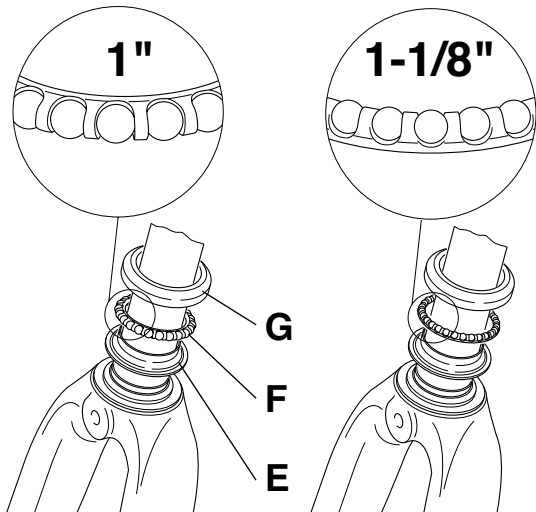
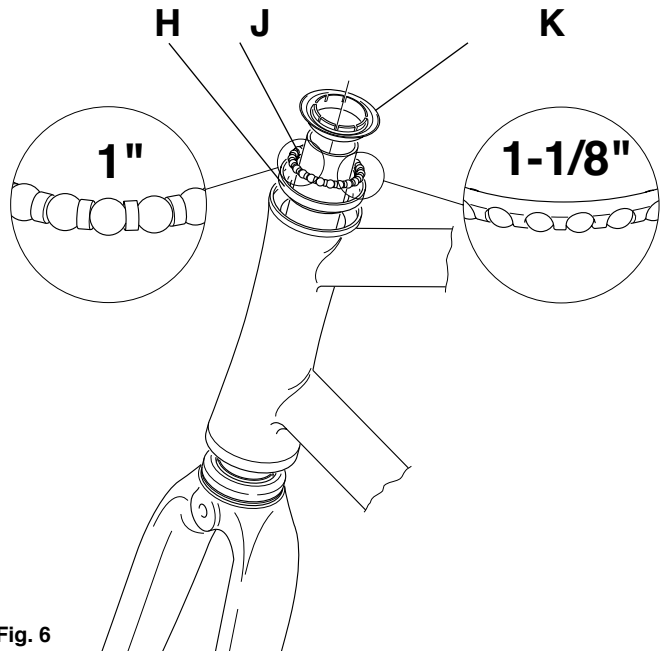

Fig. 5
Fig. 6
- I Nota:** le due gabbiette a sfere (F - Fig. 5 e J - Fig. 6) sono uguali; anche le due calotte (G - Fig. 5 e H - Fig. 6) sono uguali.
- Posizionate sulla forcella come illustrato (Fig. 5) il cono inferiore (E), la gabbietta a sfere (F) ben ingrassata e prestando attenzione al verso di montaggio (sfere rivolte verso il basso per 1" e verso l'alto per 1-1/8"), e la calotta (G) dopo averne ingrassato abbondantemente l'interno.
- GB Note:** the two retainer bearings (F - Fig. 5 and J - Fig. 6) are identical and also the two bearing cup races (G - Fig. 5 and H - Fig. 6) are also identical.
- Insert onto the fork, as shown in fig.5: the lower bearing cone race E, the retainer bearing (F) making sure is well greased and paying attention to the orientation (balls facing downward for 1" and facing upward for 1-1/8"), and the bearing cup race G, which must be well-lubricated internally.
- D Hinweis:** Die beiden Kugelringe (F - Abb. 5 und J - Abb. 6) sind identisch; auch die beiden Lagerschalen (G - Abb. 5 und H - Abb. 6) sind gleich.
- Wie (in Abb.5) dargestellt, den unteren Konus (E), den gut gefetteten Kugelring (F) unter Beachtung der Montagerichtung (Kugeln nach unten gerichtet bei 1"-Gabel und nach oben gerichtet bei 1-1/8"-Gabel) aufsetzen, dann die innen ebenfalls sehr gut eingefettete Lagerschale (G) auf der Gabel positionieren.
- F Note :** les deux cages à billes (F - Fig. 5 et J - Fig. 6) sont les mêmes, ainsi que les deux cuvettes (G - Fig. 5 et H - Fig. 6).
- Comme le montre la figure 5, positionner sur la fourche le cône inférieur (E), la cage à billes (F) bien graissée en faisant attention au sens de montage (billes tournées vers le bas pour 1" et vers le haut pour 1-1/8"), ainsi que la cuvette (G) après avoir largement graissé son intérieur.
- E Nota:** los dos portabolas (F - Fig. 5 y J - Fig. 6) son iguales, así como las dos cazoletas (G - Fig. 5 y H - Fig. 6).
- Colocar en la horquilla, como indicado (Fig. 5), el cono inferior (E) y el portabolas (F) bien engrasado, teniendo cuidado de ponerlos en el sentido apropiado (bolas dirigidas hacia abajo para 1" y hacia arriba para 1-1/8"), y la cazoleta (G) tras haber engrasado abundantemente la parte interior.
- NL Opmerking:** de twee kogellagers (F - fig. 5 en J - fig. 6) zijn identiek en ook de twee kogelcups (G - fig. 5 en H - fig. 6) zijn identiek.
- Plaats op de vork, zoals getekend in fig 5: de onderste kogellagercup (E) en de bijbehorende kogellagers. Zorg ervoor dat de kogellagers goed ingevet zijn en dat ze in de juiste richting geplaatst worden (naar beneden gericht voor 1" en naar boven gericht voor 1-1/8". Plaats vervolgens de kogellagercup (G).
- I** • Inserite la forcella nel tubo sterzo del telaio e posizionatevi come illustrato (Fig. 6) la calotta (H) dopo averne ingrassato abbondantemente l'interno, la gabbietta a sfere (J) ben ingrassata prestando attenzione al verso di montaggio (sfere rivolte verso l'alto per 1" e verso il basso per 1-1/8") e infine il cono superiore (K).
- GB** • As shown in fig. 6, insert the fork steerer into the head tube of the frame. Before inserting the bearing cup race (H) and the retainer bearing (J), lubricate both thoroughly, paying attention to the orientation (balls facing upward for 1" and facing downward for 1-1/8"), and then insert the upper bearing cone race K (CAUTION!: this is different from part E. Do not confuse these two parts).
- D** • Die Gabel in das Gabelschaftrohr des Rahmens einführen und dann (wie in Abb. 6 dargestellt) die innen sehr gut eingefettete Lagerschale (H) einsetzen. Danach unter Beachtung der Montagerichtung (Kugeln für 1" nach oben gerichtet und für 1-1/8" nach unten gerichtet) den gut gefetteten Kugeling (J) und schließlich den oberen Konus (K) einsetzen.
- F** • Insérer la fourche dans le tube de direction du cadre. Comme le montre la figure 6, y positionner la cuvette (H) après l'avoir largement graissée à l'intérieur, la cage de billes (J) bien graissée elle aussi, en faisant bien attention au sens de montage (avec les billes tournées vers le haut pour 1" et vers le bas pour 1-1/8"). Monter enfin le cône supérieur.
- E** • Meter la horquilla en la barra de dirección del cuadro y, como aparece en la Fig. 6, colocar la cazoleta (H) tras haber engrasado abundantemente su parte interior, y el portabolas (J) bien engrasado, teniendo cuidado de ponerlos en el sentido apropiado (bolas dirigidas hacia arriba para 1" y hacia abajo para 1-1/8"), y por último, instalar el cono superior (K).
- NL** • Plaats de vorkbuis in de balhoofdbuis van het frame, zoals afgebeeld in fig. 6, plaats de kogellagercup (H) en de bijbehorende kogellagers (J). Zorg ervoor dat de kogellagers goed ingevet zijn en dat ze in de juiste richting geplaatst worden (naar boven gericht voor 1" en naar beneden gericht voor 1-1/8". Plaats vervolgens de bovenste kogellagercup K (aandacht: dit is anders dan deel E).